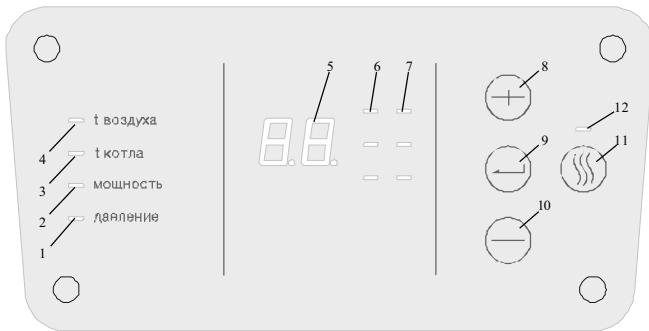

Рисунок 3. Панель индикации и управления
Заднюю панель (1); входной комбинированный патрубок (2) (через который теплоноситель поступает в прибор), имеющий как наружную резьбу G3/4, так и возможность подсоединения пайкой медной трубы с наружным диаметром 20 мм; циркуляционный насос (3), приводящий в движение теплоноситель, который проходя через трубопроводы (4), поступает в теплообменную емкость (5) в теплоизоляции, содержащую один или два блока трубчатых нагревательных элементов (блоков ТЭН) (6), и возвращается в систему через верхний выходной патрубок (7) с наружной резьбой G3/4. На задней панели установлен пневмогидроаккумулятор мембранныго типа (экспанзомат) (8), служащий для компенсации объёмного расширения, подсоединеный к трубопроводу перед циркуляционным насосом. Желаемая температура на выходе, контролируемая датчиком (9), а также лимит потребления электроэнергии устанавливаются на панели управления и индикации (см. рис.3). Избыточное давление в теплообменной емкости должно находиться в пределах от 0,05 МПа (при меньшем давлении работа циркуляционного насоса становится неустойчивой), до 0,29 МПа. Оно контролируется датчиком давления (10). Независимая от микроконтроллера и охлаждаемых полупроводниковых элементов защита представлена самовозвратным термовыключателем (11), включенным в цепь катушки контактора (12), через основные контакты которого проходят токи питания ТЭНов (через силовые платы (13), осуществляющие непосредственную подачу напряжения на ТЭНЫ.) Полупроводниковые элементы на силовых платах охлаждаются теплоносителем при прохождении через трубопроводы (4). Установочная панель (14) закреплена над экспанзоматом, на кронштейнах задней панели. На установочной панели также расположены: плата центральная (15), которая управляет всеми элементами системы, исполняет алгоритмы управления мощностью котла и содержит в энергонезависимой памяти необходимые настройки работы котла;